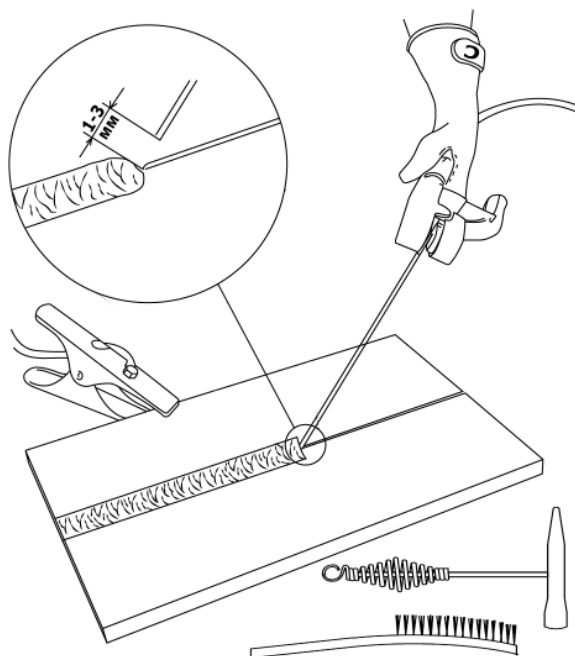

Рис. 10.1.1. Перед началом работы.
4. Начинайте сварочный процесс (См. рис. 10.1.1).
Перед началом работы не забудьте проверить следующее (См. рис. 10.1.1):